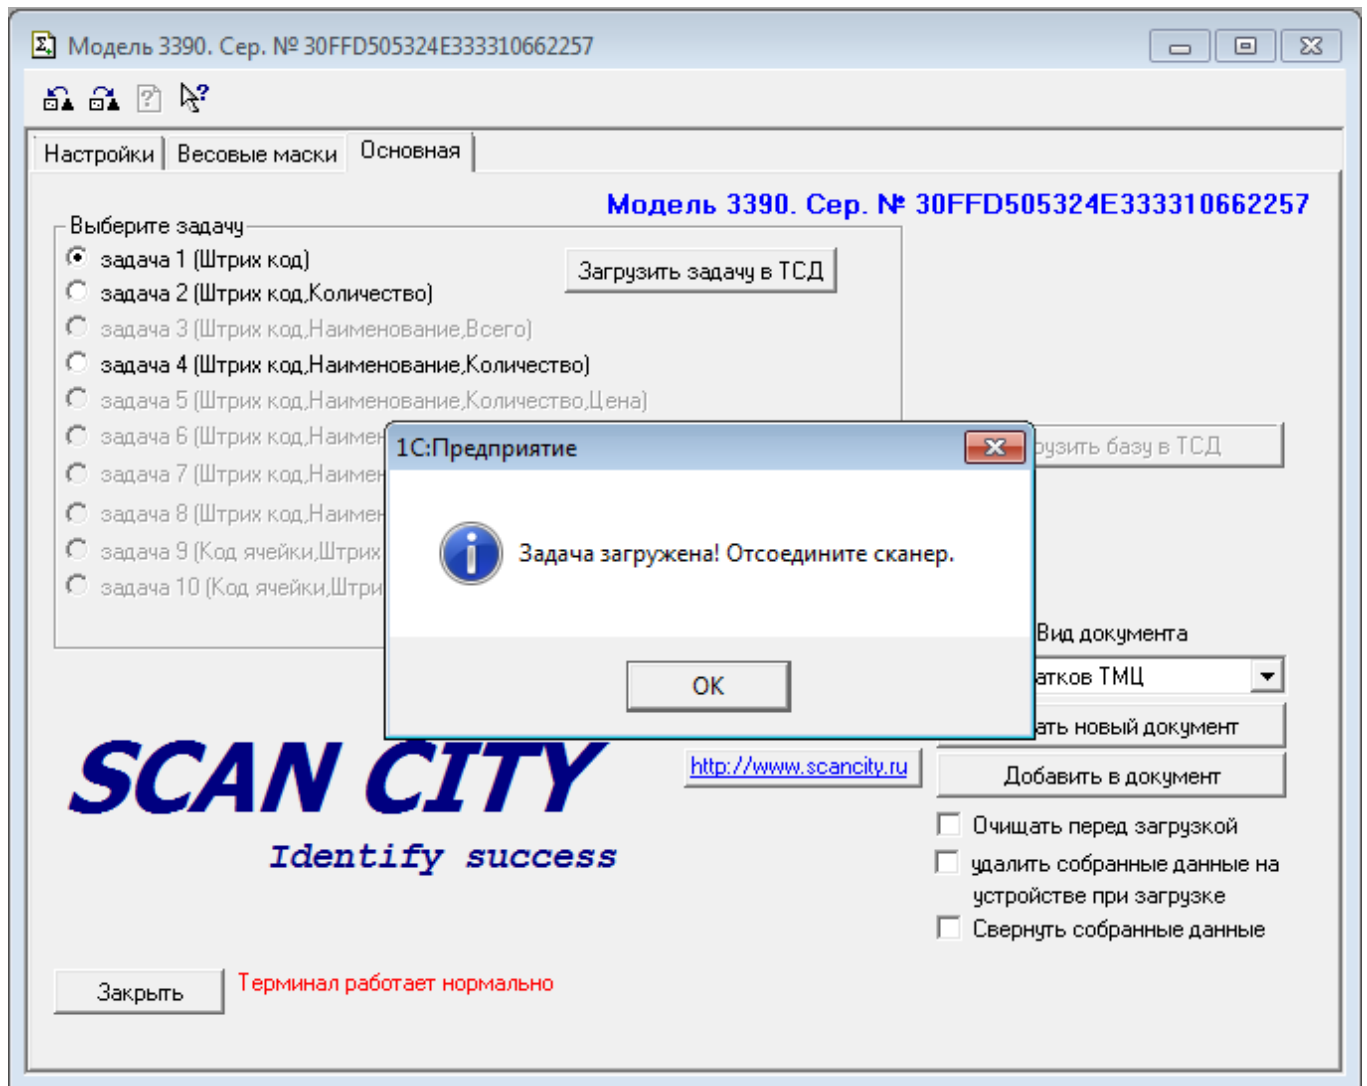

Рис. 7
- дождаться появления окна с сообщением об успешной загрузке (оно появится на 3 секунды на экране) или изменения строки сообщений «Терминал работает нормально» на сообщение об ошибке (рис.7); при загрузке задачи базы данных и собранные данные, которые были на терминале, удаляются!